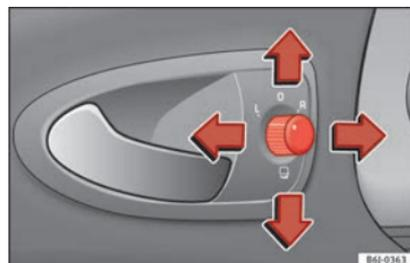

Fig. 131 Commande des rétroviseurs extérieurs.
1. Tournez le bouton rotatif » fig. 131 en position **L (rétroviseur extérieur gauche)**.
- Tournez le bouton rotatif » fig. 131 en position  pour rabattre les rétroviseurs extérieurs. Pour éviter tout dégât, il est conseillé de toujours rabattre les rétroviseurs extérieurs lorsque vous passez dans une installation de lavage automatique.